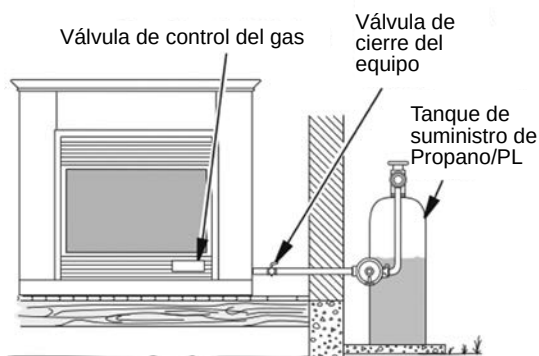

Fig. 18.1 - Revisión de las juntas de gas (Propano/PL solamente)
3. Revise todas las juntas del medidor de gas a la válvula de cierre del equipo (Ver Fig.18.1 o 18.2). Aplique una mezcla de jabón líquido y agua en las juntas de gas. Si se forman burbujas, puede haber una fuga.
- (Ver Fig. 18.1 o 18.2) Aplique una mezcla de jabón líquido y agua en las juntas de gas.